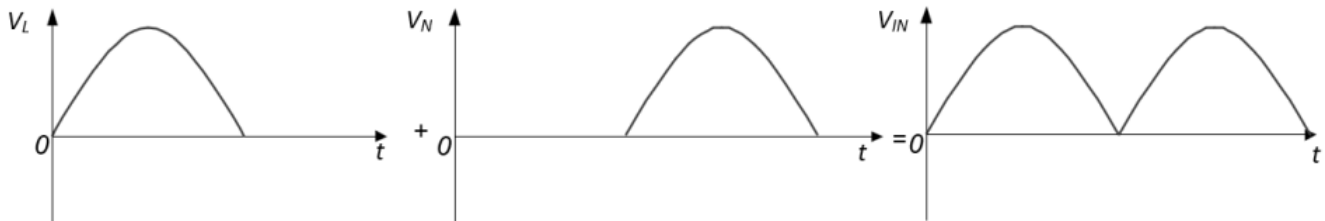

图 3. 使用方程式 1 中顯示的固件來校正感應到的輸入電壓 V_{AC} 。來源：德州儀器
2. 使用固件糾正感應到的 V_{AC} 訊號，如方程式 1 和 图 3 中所示。